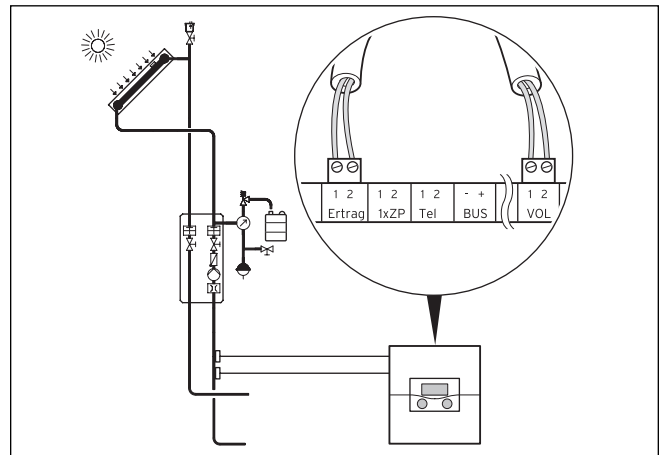

Fig. 5.43 Raccorder la sonde de retour
- raccordez la sonde de retour et le dispositif de mesure du débit au circuit solaire (sonde standard VR 10 comme accessoire) selon la **figure 5.43**.